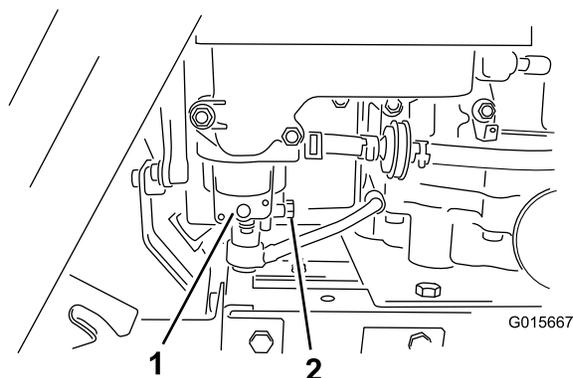

Figure 26
3. Ouvrez le capot et repérez le carburateur sous le filtre à air (Figure 26).
Remarque: Le bouchon de la cuve du carburateur est orienté vers l'arrière de la machine (Figure 26).